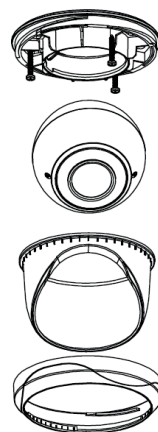

Рис. 1
7. Отделите элементы фиксирующие модуль камеры от падения, открутив основание для монтажа (см. рис.1).
9. Установите элементы в обратном порядке на модуль камеры и зафиксируйте их (см. рис.1).